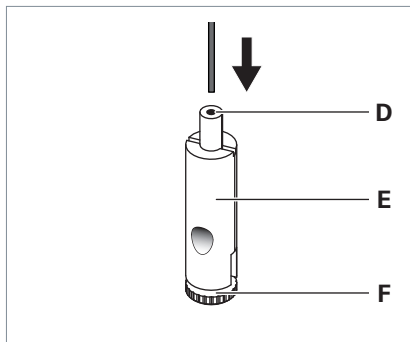

Fig. 11: Monter l'attache de câble.
- ▶ Faites passer le câble métallique à travers la douille de guidage **D** de l'attache de câble **E**, voir Fig. 11.